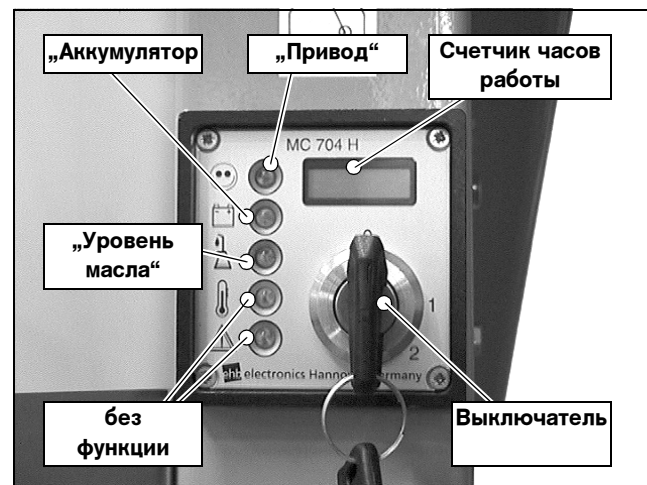

Рис. 4.7 Коробка управления двигателем со счетчиком часов работы
- Коробка управления двигателем со счетчиком часов работы (Рис. 4.7)